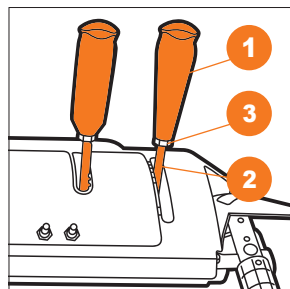

Рис. 10
- Накрутите рукоятки ① рычагов управления на соответствующие штанги ② и законтрите их гайкой ③ (Рис.10).